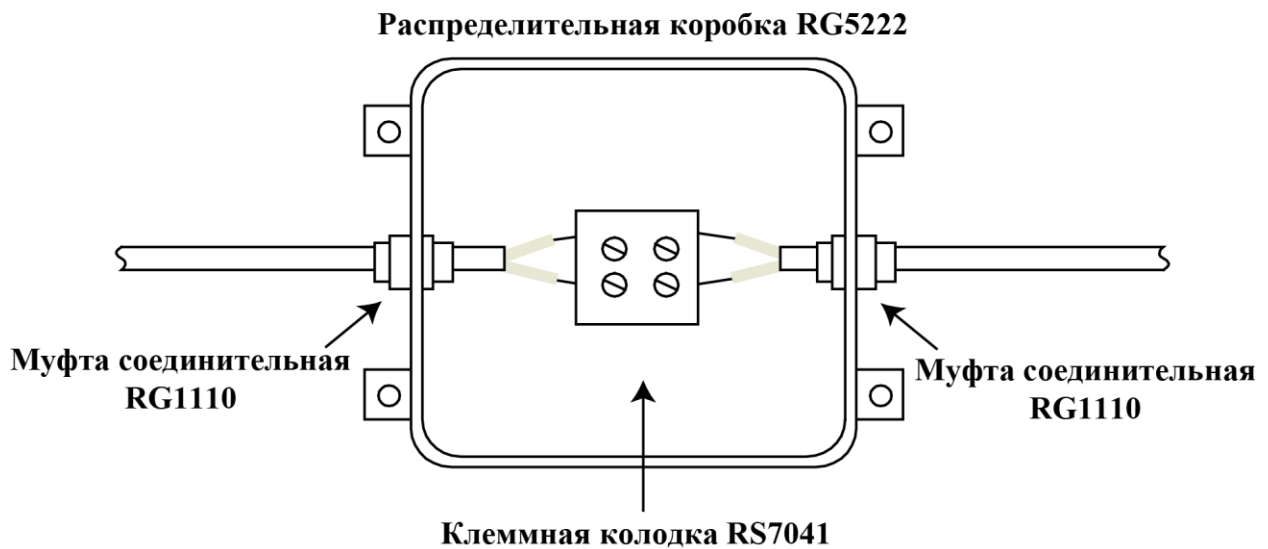

Рисунок 5.1- Соединение с помощью распределительной коробки
- **ВСЕГДА** устанавливайте муфту соединительную RG1110 перед подключением к распределительной коробке рисунок 5.1 и предотвращения попадания в корпус распределительной коробки RG5222 пыли и влаги.